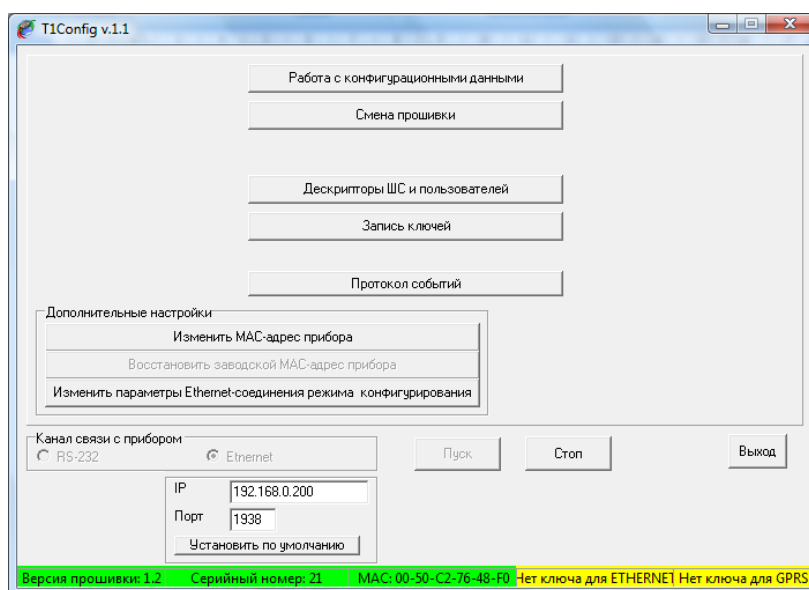

Рис. 10 – Основное окно программы
- Запустите программу. Введите IP-адрес прибора - 192.168.0.200 и порт 1938. Нажмите кнопку "Пуск". При успешной связи с прибором окно ввода IP параметров окрасится зеленым цветом. При неудаче – красным (рис. 10).